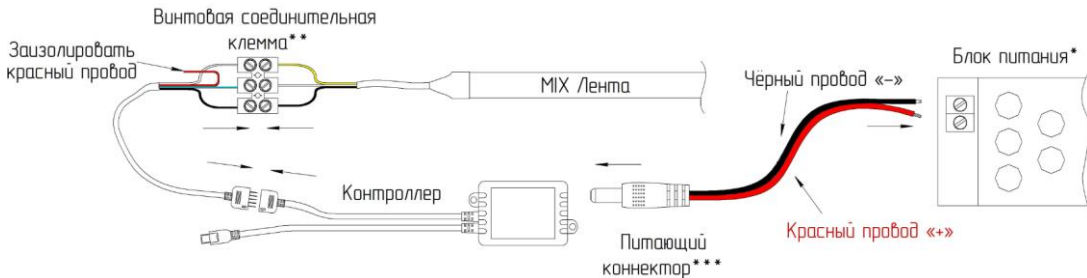

Рисунок 3– Схема подключения контроллера, светодиодной ленты и блока питания.
- 5.1.2. Подключите к прямоугольному штекеру MIX контроллера соединительный коннектор подключения MIX ленты. При подключении соблюдайте полярность. Для правильного подключения на штекерах изображены стрелки, которые должны быть направлены «друг к другу». См. рисунок 3.